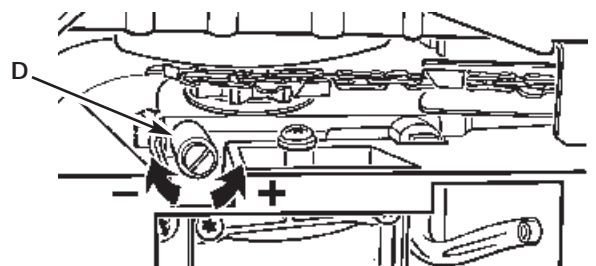

Fig. 11
Su sierra-de-cadena está equipada con un sistema de aceitador automático de engranes. El aceitador automáticamente reparte la cantidad apropiada de aceite a la barra y cadena. Al mismo tiempo que la velocidad aumenta, de manera que el aceite fluye al cojin de la barra. La cantidad de aceite que fluye hacia la barra y cadena puede cambiarse girando el tornillo de aruste (A) como se muestra en la Fig. 11. Gire el tornillo de izquierda a derecha para DISMINUIR el flujo de aceite y de derecha a izquierda para AUMENTAR el flujo.